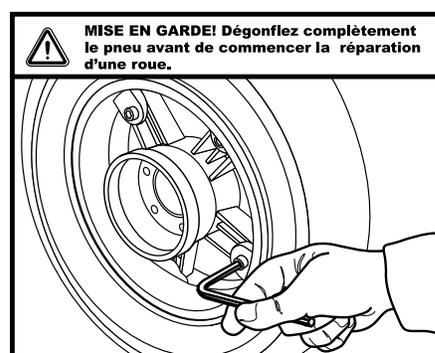

Figure 28. Resserrage de la roue
4. Pour changer un tube, dégonflez le pneu entièrement avant de retirer les cinq (5) boulons qui retiennent les sections de jante ensemble. Voir la figure 28.
6. Remontez la jante et resserez bien les cinq (5) boulons de jante.